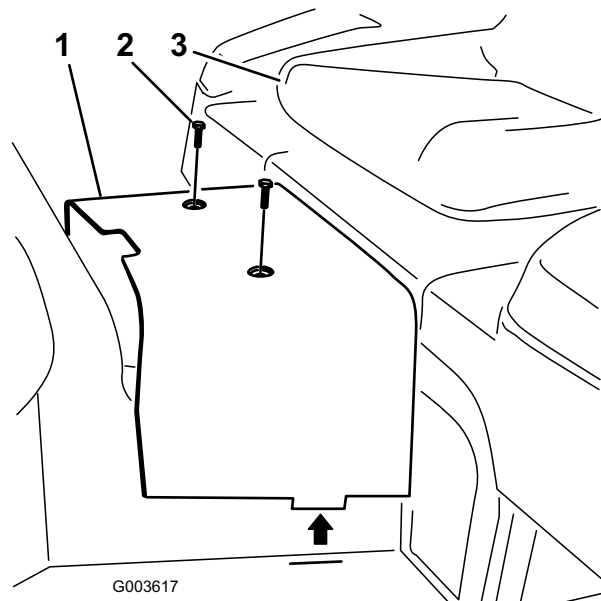

Bild 6
7. Nehmen Sie die zwei Schrauben ab, mit denen das mittlere Abdeckblech am Rahmen befestigt ist (Bild 6). Nehmen Sie das Abdeckblech ab und bewahren Sie es auf.